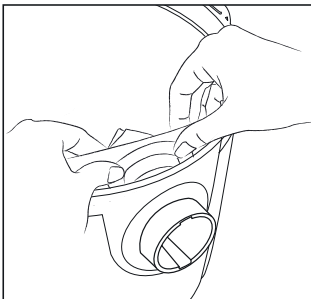

Fig. 10 – Colocando una bolsa de polvo nueva
4. Encaje la abertura de la bolsa de polvo, en la conexión de la manguera, de acuerdo a lo mostrado en la Fig. 10;